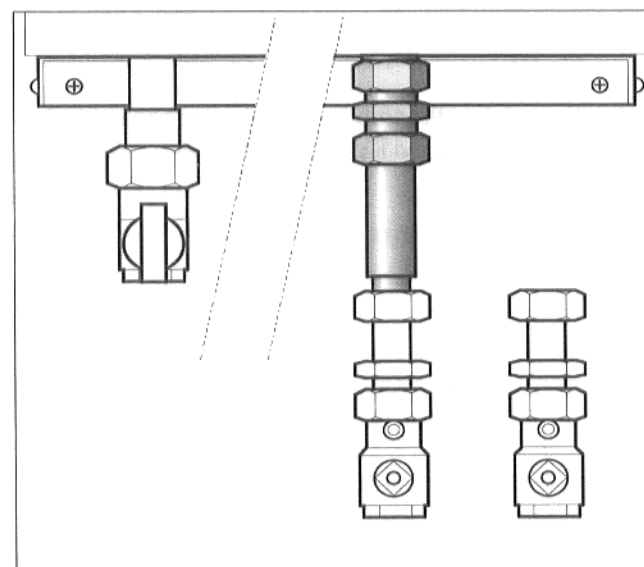

Fig. 4: tubo di mandata, rubinetto di manutenzione
- Utilizzando il raccordo di bloccaggio a vite, montare il tubo di mandata del gruppo G-AA tra il rubinetto di manutenzione e la mandata caldaia (Fig. 4).